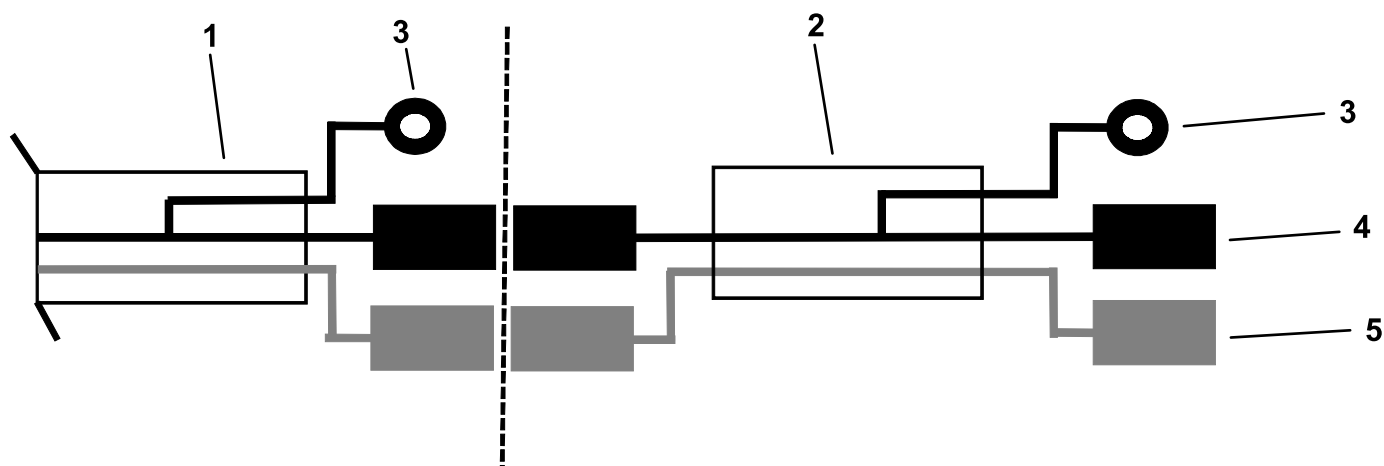

Figura 12
2. Instale el cable puente suministrado con el Kit de extensión de la cabina (Figura 12).
3. Conecte el cable negro de tierra al cable de tierra del arnés de cables del Kit de convertidor de energía (Figura 12).
4. Conecte el cable de alimentación rojo al cable de alimentación del arnés de cables del Kit de convertidor de energía (Figura 12).